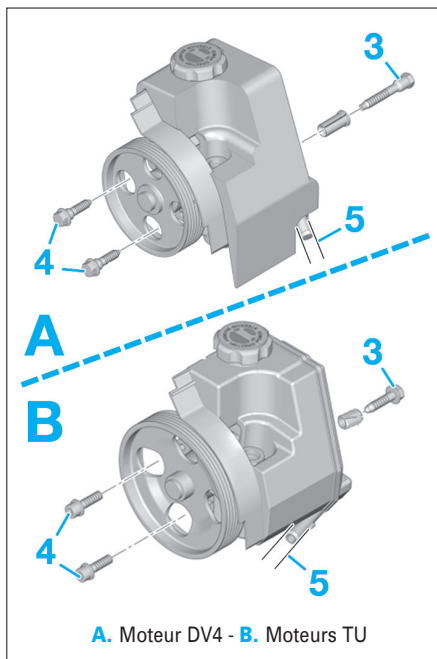

Fig. 25
- la vis de fixation (3) (Fig.25),
- les vis de fixation (4).
- Lever légèrement la pompe et déposer la canalisation de retour au réservoir (5), obturer celui-ci.